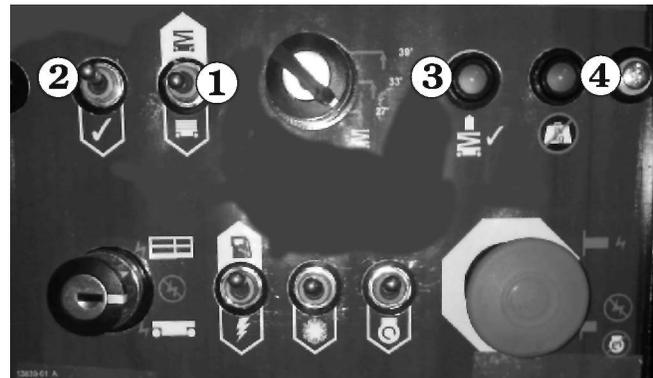

Abbildung 8.5
2. Zum Anheben der Plattform drücken Sie den **Anhebe-/Absenkschalter** ① nach oben, während Sie den **Aktivierungsschalter** ② nach unten drücken (siehe Abbildung 8.5).
3. Zum Absenken der Plattform drücken Sie den **Anhebe-/Absenkschalter** ① nach unten, während Sie den **Aktivierungsschalter** ② nach unten drücken (siehe Abbildung 8.5).